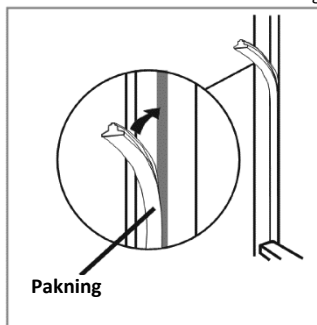

Fig.12
- Fyll åpningen på den ikke-hengslede siden med de medfølgende pakningen/tetningsstrimmelen, som vist i Fig. 12.